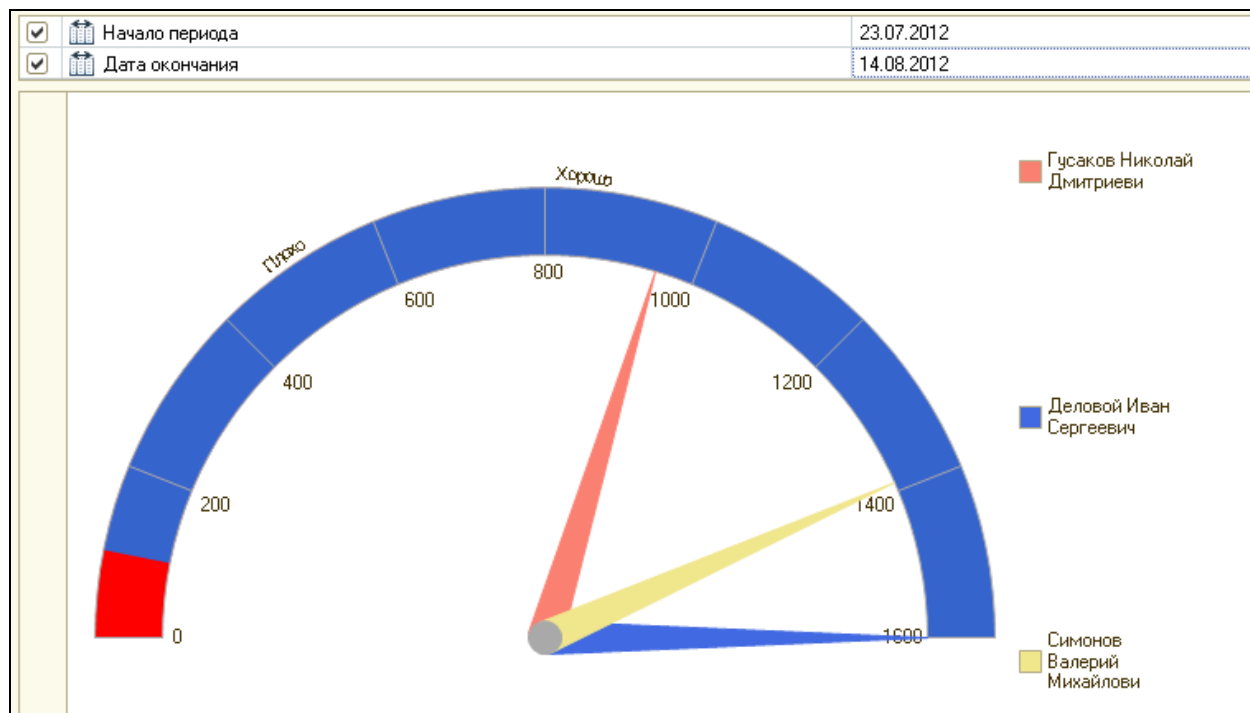

Рисунок 4.41 Измерительная Диаграмма
11. Обновить конфигурацию и запустить 1С:Предприятие. Открыть подсистему **Расчет Зарплаты**. Открыть отчет Выручка Мастеров. Нажать на кнопку **Выбрать вариант**. Из списка вариантов выбрать **Объем выручки**. Задать нужный отчетный период (период, за который проводились операции). Нажать на кнопку **Сформировать** (рис. 4.41).